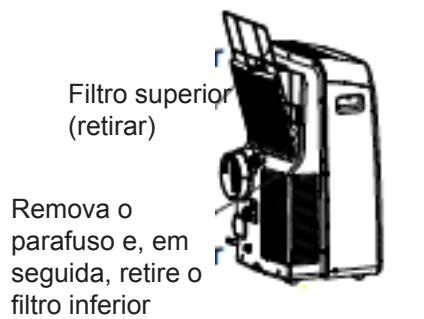

Fig. 23
- Remoção - Esta unidade tem dois filtros. Retire o filtro superior ao longo do sentido da seta (Fig. 23) e, em seguida, retire o filtro para baixo. Remova o filtro inferior desapertando o parafuso, retirando para baixo o filtro conforme ilustrado na Fig.23.